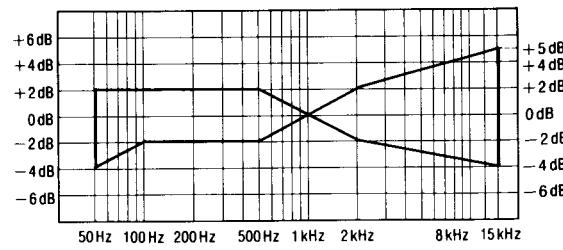

Abb. 10
- Anschließend das auf der CrO₂-Leerband-Cassette (QZZCRX) und der Reineisenband-Leercassette (QZZCRZ) aufgezeichnete Signal auf 15kHz erhöhen und auf gleiche Weise justieren, wie vorgehend beschrieben. Dann überprüfen, ob der Frequenzpegel innerhalb des in Abb. 10 gezeigten Bereichs liegt.